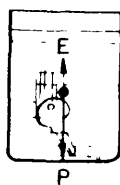

Fig. 12
- 3) Si el empuje es menor que el peso, el cuerpo se hunde (fig. 12).